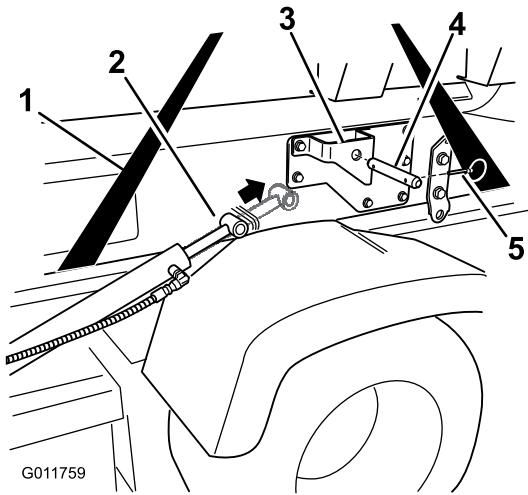

Figura 20
- Extienda los cilindros de elevación hasta los soportes del patín del depósito. Alinee los brazos de los cilindros con los taladros de los soportes de los patines del depósito (Figura 20).